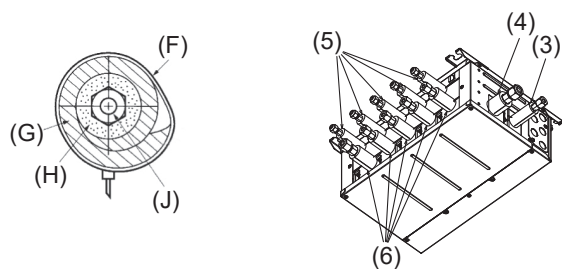
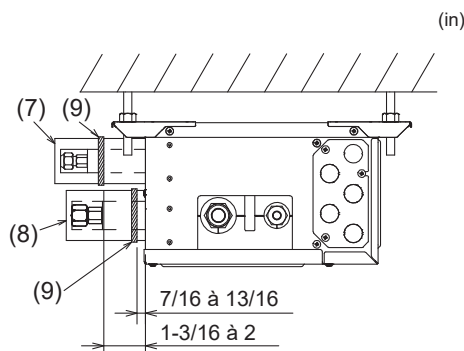

Fig. 7-3
Fig. 7-4
- Isolez les tuyaux de liquide et de gaz du Boîtier de dérivation en appliquant de la mousse polyéthylène résistante à la chaleur tout autour. (Fig. 7-3) Sinon, il pourrait en résulter des blessures lors du raccordement des tuyaux ou des fuites d'eau en raison de la condensation sur ces derniers. Tout raccordement incorrect engendre un dysfonctionnement.
- 5) Appuyez les cache-tuyaux (3) et (5) sur les tuyaux de liquide contre l'appareil et enroulez-les pour les maintenir en place. (Fig. 7-3)
- 6) Appuyez les cache-tuyaux (4) et (6) sur les tuyaux de gaz contre l'appareil et enroulez-les pour les maintenir en place. (Fig. 7-3)
- 7) Fixez les sangles fournies (9) à 7/16-13/16 in (10 à 20 mm) de chaque extrémité des cache-tuyaux ((3)(4)(5)(6)).
- 8) Si l'appareil intérieur n'est pas raccordé, raccordez les cache-tuyaux (avec les bouchons, (7) et (8)) sur les branchements des tuyaux de réfrigérant du Boîtier de dérivation contre l'appareil afin d'éviter un écoulement de condensation des tuyaux. (Fig. 7-4)
- 9) Fixez les cache-tuyaux ((7)(8)) à l'aide des sangles fournies (9).
7.2. Gestion des orifices de raccordements qui ne sont pas raccordés à l'appareil extérieur (Fig. 7-4)